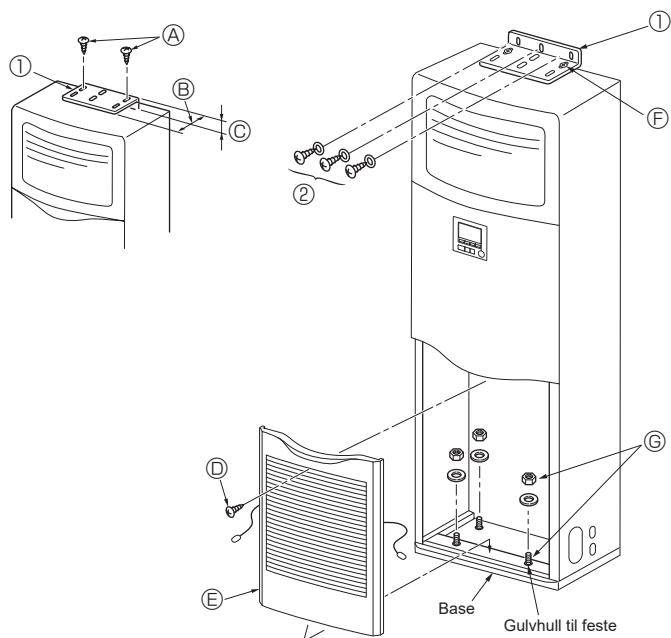

Fig. 3-2
3.2. Vinkeljern mot velting (Fig. 3-2)